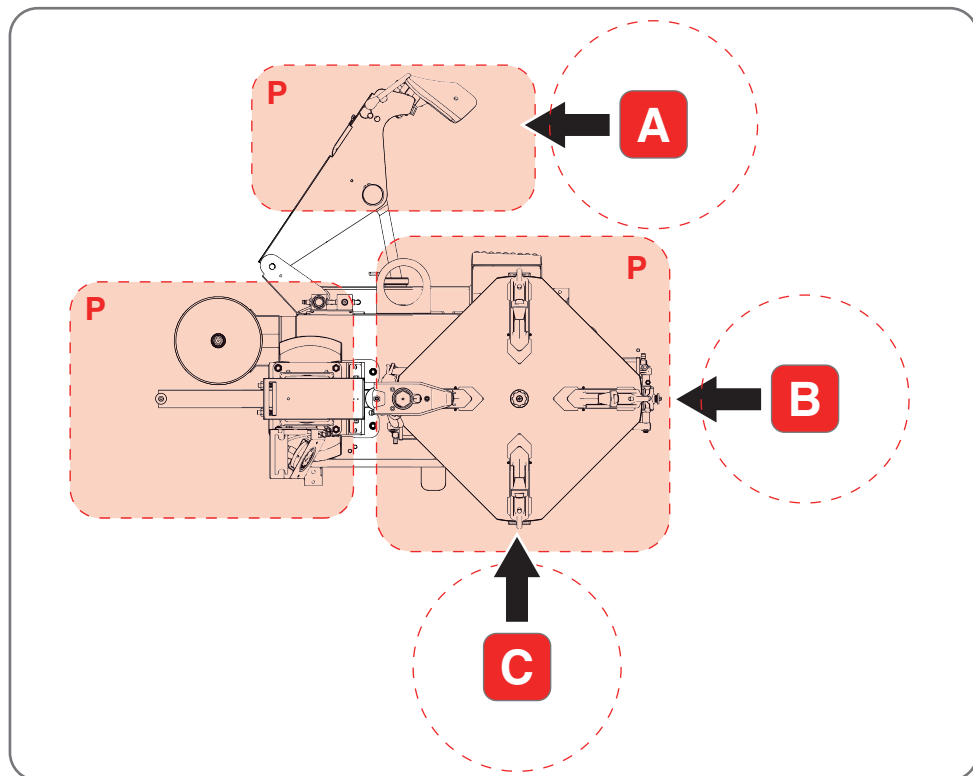

Fig. 5.2
L'illustrazione (Fig.5.2) mostra le posizioni occupate dall'operatore e le relative zone pericolose (P) durante le varie fasi di lavoro.
Il ribaltamento della colonna e l'apertura/chiusura della morsa autocentrante devono essere eseguiti dalla posizione di lavoro (B) (Fig.5.2), mantenendo le mani lontano dalle parti mobili della macchina.